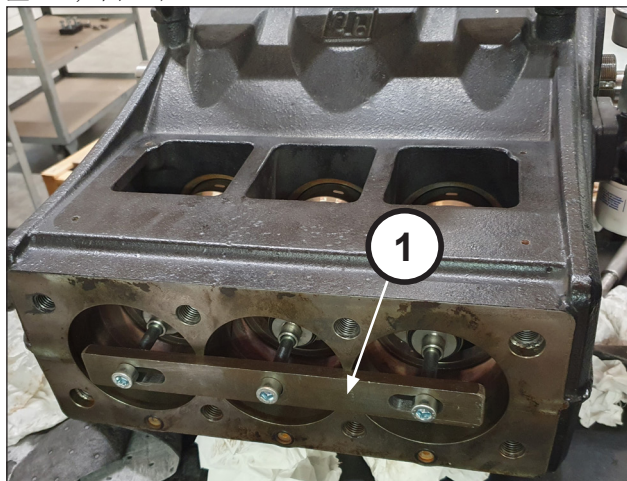

图 31
将半连杆向液压部分的方向前移，使之从轴中出来。为方便操作，可使用专用工具(编号 27566200)，(位置 ①，图 31)。